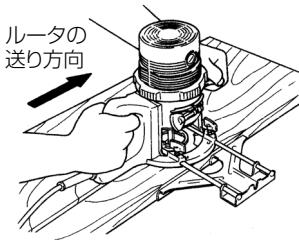

図 8
- ④ 材料にベース下面を密着させ、ガイド面を材料側面に沿わせて、ルータを送ります。(図 8)